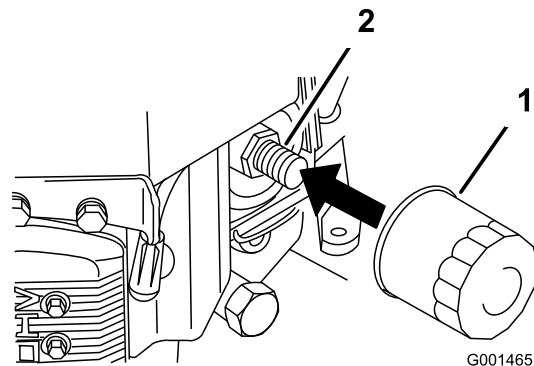

Figura 36
2. Togliete il filtro usato (Figura 36).
3. Spalmate un velo di olio nuovo sulla guarnizione di gomma del filtro di ricambio (Figura 36).
4. Montate il nuovo filtro dell'olio nell'adattatore, giratelo in senso orario finché la guarnizione di gomma non sfiora l'adattatore, quindi serrate il filtro di altri 3/4 di giro (Figura 36).